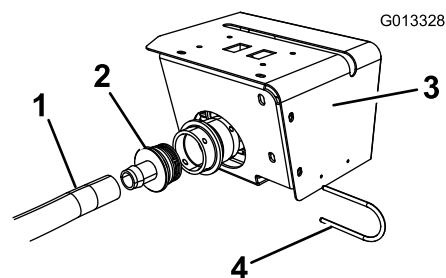

Figura 17
5. Retire el acoplamiento dentado recto S67 y la horquilla de retención del conjunto de la válvula de control del molinete (Figura 17). Coloque una abrazadera en la manguera. Aplique jabón líquido a